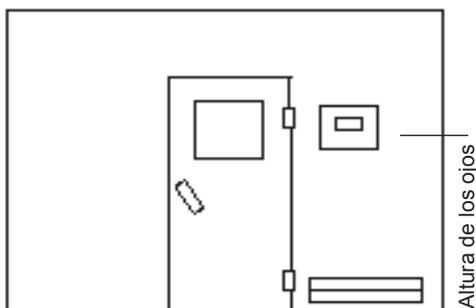

Fig. 3
1. Los orificios \varnothing 3 mm para los tornillos de madera suministrados 4 x 20 mm se colocan siguiendo las dimensiones indicadas en la fig. 3 + 3.1.